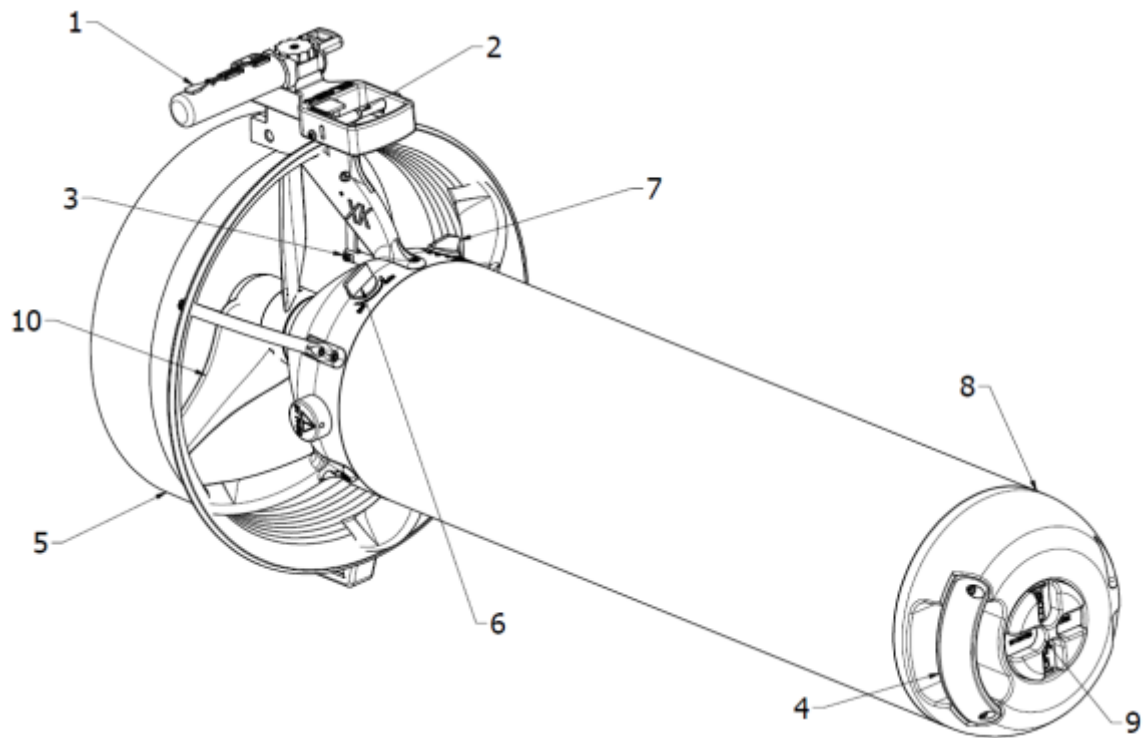

Fig.1 - Descrizione delle parti
Lo Scooter subacqueo (XK 71382) è costituito da un corpo cavo perfettamente ermetico, dalla forma idrodinamica, (Fig.1), all'interno del quale sono alloggiati il motore elettrico, le batterie ricaricabili ed il riduttore di velocità necessari a muovere un'elica che fornisce una spinta propulsiva.
Frontalmente è presente una maniglia (4 - Fig.1) che viene utilizzata per la presa ed il sollevamento dello Scooter e il musone (8) la cui apertura dà accesso al vano batterie. L'apertura del musone è possibile ruotando in senso antiorario il volantino di chiusura (9)
- Ruotare l'interruttore principale in posizione ON (6 - Fig.1),
- Tenere lo Scooter tramite la maniglia (1),
- Premere il grilletto (2), lo Scooter inizia a muoversi,
Posizionare lo Scooter in verticale su una superficie piana appoggiandolo sul convogliatore di flusso (5 – Fig.1).